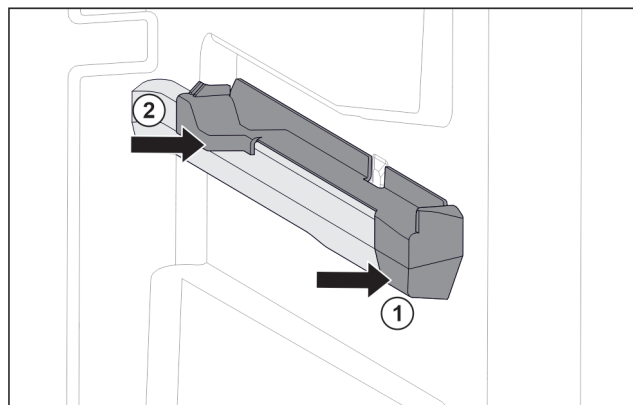

Fig. 81 Tillsats på den högra behållarens galler
- Sätt på tillsats i fram på behållarens galler. Fig. 81 (1)
- Tryck fast tillsats i bak. Fig. 81 (2)